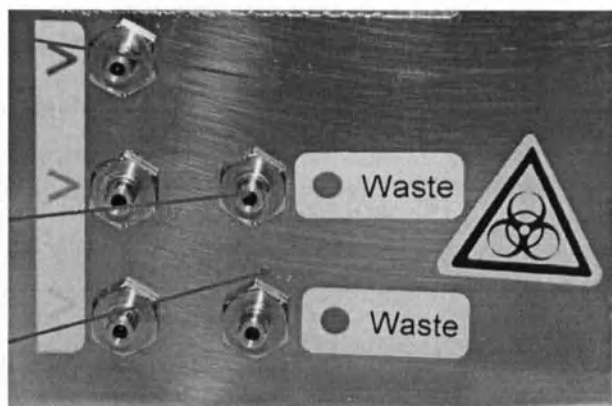

Рис. 3
4. Присоединить сливные шланги к соответствующим штуцерам на задней стенке анализатора (обозначены надписью **WASTE** – рис. 3). Поместить свободные концы сливных шлангов в емкость для отходов, расположенную ниже уровня поверхности, на которую установлен анализатор.
5. Присоединить заборные шланги реагентов соответственно цветовой маркировке (рис. 3).